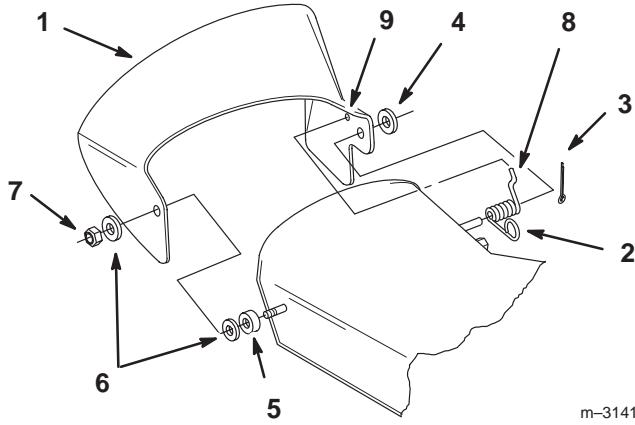

Bild 2
1. Legen Sie das kurze Federende in die kleine Öffnung des Ablenkblechs (Bild 2).
2. Legen Sie die Feder und das Ablenkblech über den Pfosten am hinteren Ende der Schneidwerkabdeckung und sichern Sie beide mit einer Scheibe (1/2") und einem Splint (3/4") (Bild 2).
4. Legen Sie das Ablenkblech auf den Bolzen und befestigen Sie es mit einer zweiten Kunststoffscheibe und einer Klemmmutter (3/8") (Bild 2).